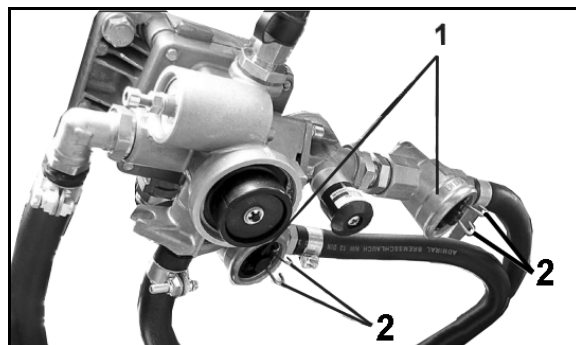

Fig. 83
To ledningsfiltre (Fig. 83/1) rengjøres hver 3. måned (ofte ved vanskelige driftsforhold). I tillegg:
1. trykkes begge flikene (Fig. 83/2) sammen og filterhuset med o-ring, trykkfjær og filterinnsats tas ut